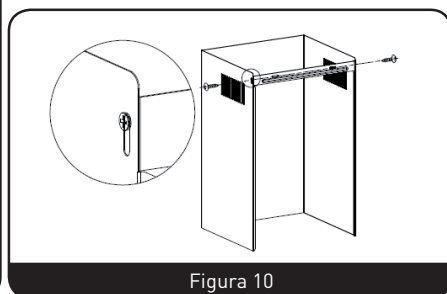

Figura 10
7. Utilizando 2 tornillos ST4 x 8 mm, fije el soporte de chimenea superior a la chimenea decorativa superior. (Figura 10)